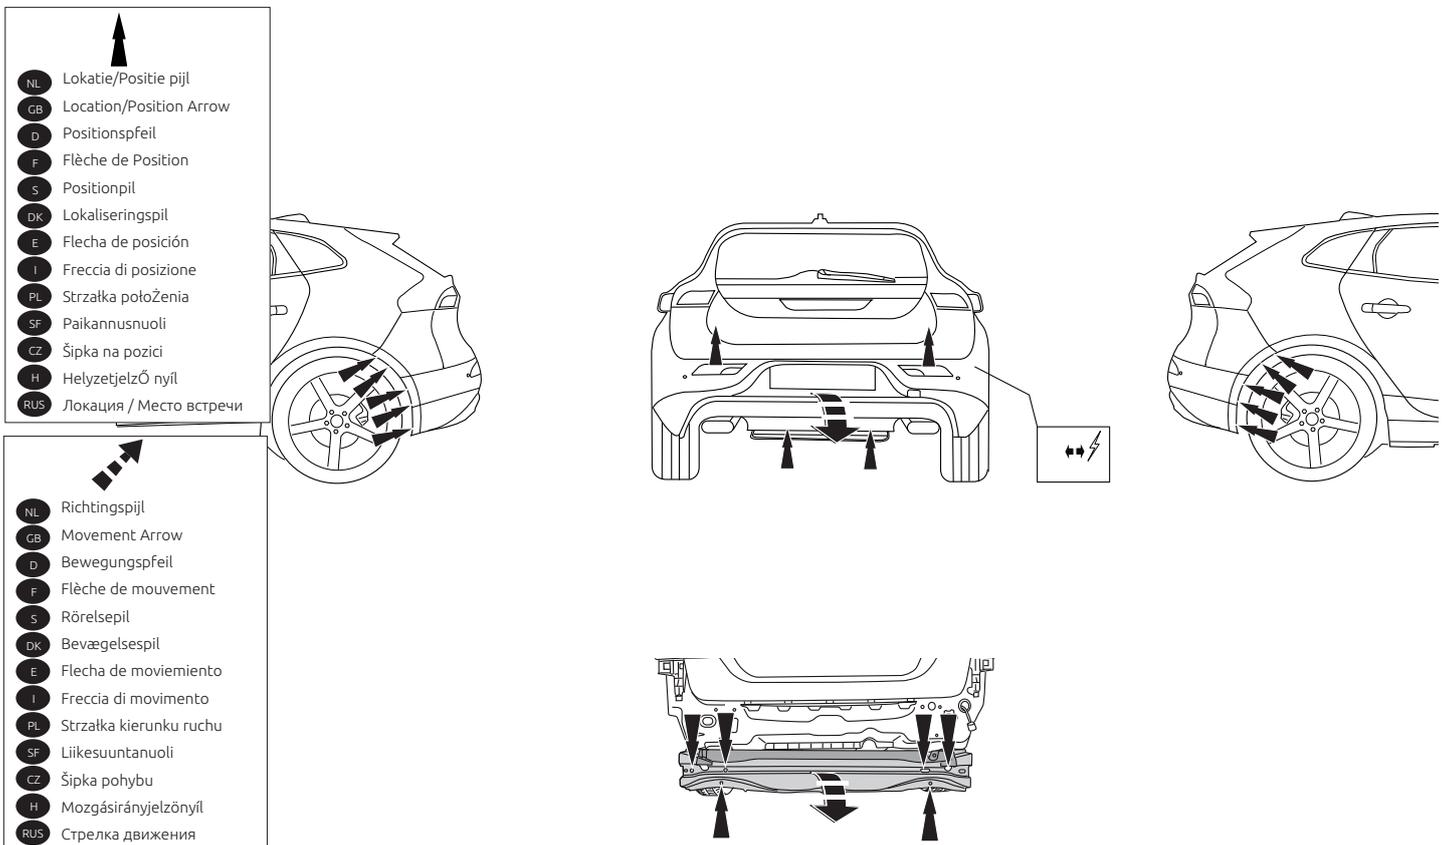

Fig. 1
1. Remove the bumper and the steel buffer beam from the vehicle. See figure 1.
1. Die Stoßstange einschließlich des stählernen Stoßbalkens vom Fahrzeug abmontieren. Siehe Abbildung 1.
1. Demonter kofangeren, inklusive køretøjets stålstødbjelke. Se fig. 1.